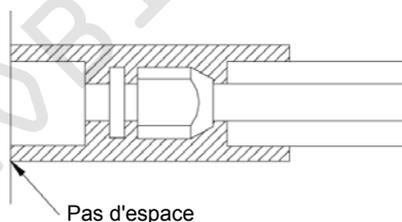

Fig. 8
- 2) Les raccords de l'unité intérieure doivent être enveloppés avec un matériau isolant et il ne doit y avoir aucun espace entre le raccord de l'unité intérieure et l'appareil, comme indiqué sur la Fig. 8.